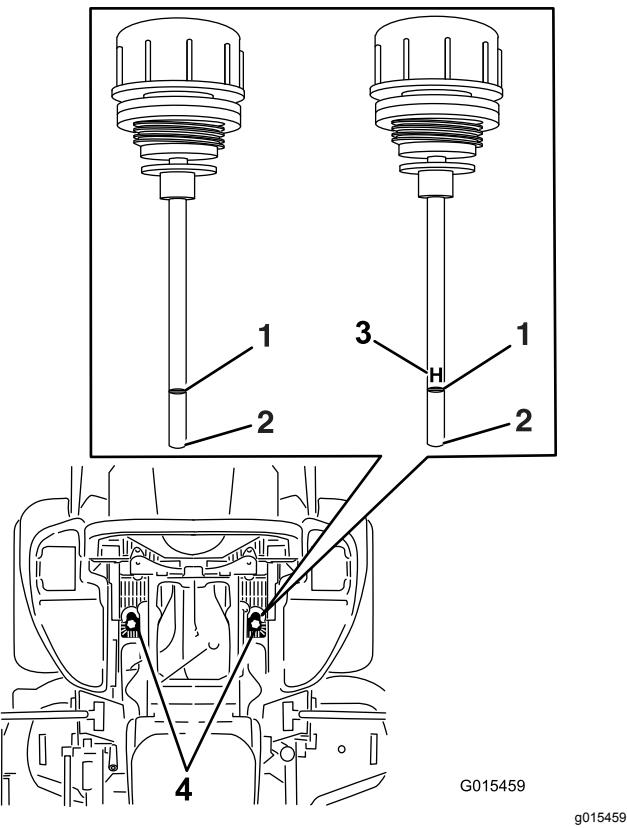

Figure 86
5. Nettoyez la surface autour des jauge des réservoirs du système hydraulique (Figure 86).
6. Sortez une jauge du réservoir hydraulique (Figure 86).
8. Ressortez la jauge et examinez l'extrémité (Figure 86).